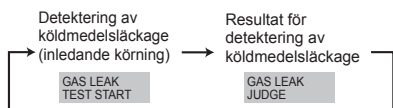

Fig. 8-2
- ② Tryck på **CLOCK** (▼)-knappen och välj [GAS LEAK TEST START] (STARTA GASLÄCKAGETEST). (Fig. 8-2)